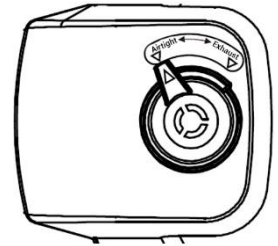

Abbildung 15
4. Stellen Sie das Druckbegrenzungsventil (3) auf „Airtight“ („Luftdicht“ und achten Sie darauf, dass das Sicherheitsventil (4) sich absenkt.
5. Wenn Sie das Druckbegrenzungsventil (3) auf „Airtight“ („Luftdicht“) oder „Exhaust“ („Ablassen des Dampfes“) steht, richten Sie die Markierung am Druckbegrenzungsventil (3) mit dem Pfeil auf dem Griff (1) aus wie in Abbildung 15.